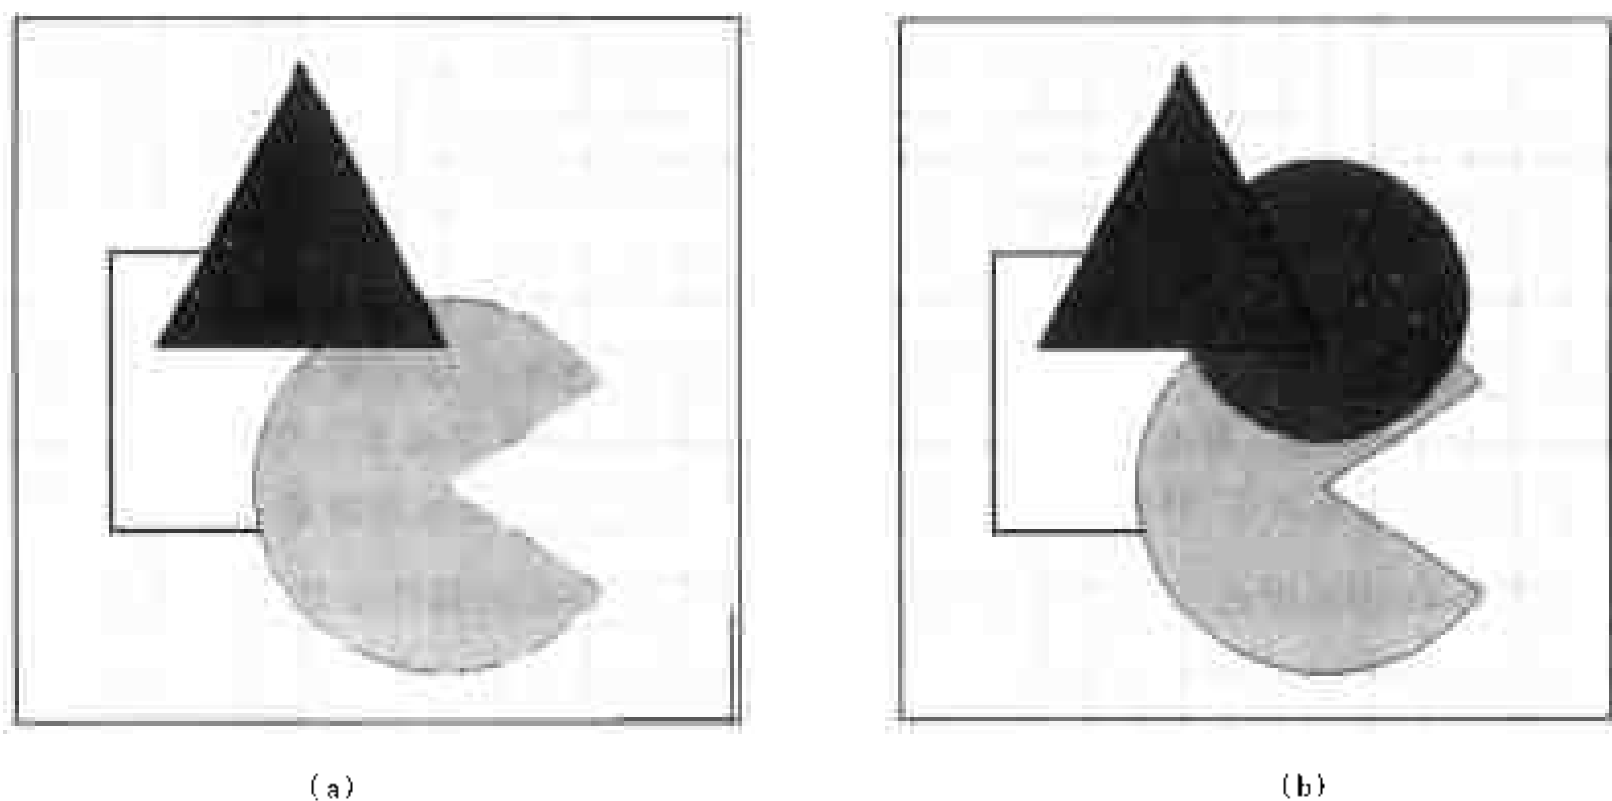

图 3-44 调整对象之间的层次关系
(1) 选择 Edit > Move > Bring To Front Of,此时鼠标箭头变为十字光标。
(2) 将十字光标移到红色圆形对象上单击,此时红色圆形对象暂时消失,如图 3-44(a)所示。
(3) 继续移动十字光标到黄色扇形对象上单击,则红色圆形对象显示在黄色扇形对象上面,此时鼠标箭头仍为十字光标,用户可以继续调整其他对象的层次关系。
(4) 右击鼠标,结束调整对象层次关系的操作,得到如图 3-44(b)所示的效果。图中各个对象的位置关系没有改变,但是层次关系改变了。